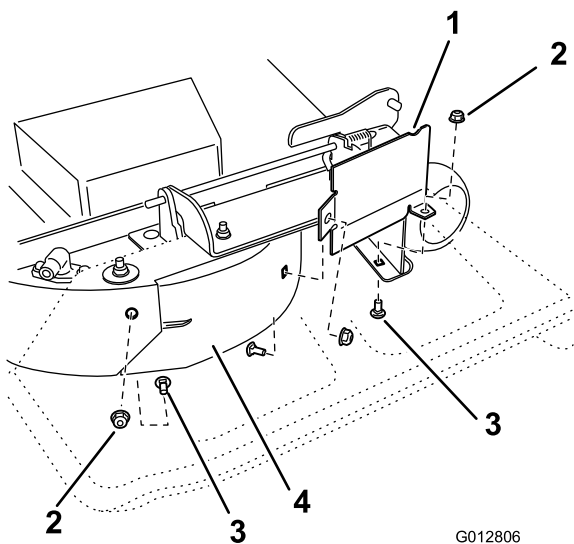

Bild 33
9. Entfernen Sie die Schlossschraube (5/16 x 3/4 Zoll) und Sicherungsmutter (5/16 Zoll) an der hinteren Wand des Mähwerks, mit der das Ablenkblech am Mähwerk befestigt ist (Bild 33).
10. Ermitteln Sie den Ablenkschutz an der vorderen Kante der Seitenauswurföffnung. Entfernen Sie die Befestigungen, mit denen der Ablenkschutz und das rechte Ablenksblech am Mähwerk befestigt sind, siehe Bild 33. Entfernen Sie den Ablenkschutz und bewahren Sie die Befestigungen auf.
12. Bringen Sie die Befestigungen an, die Sie vorher aus den vorderen Löchern in der Auswurfplatte und dem vorderen Loch am Mähwerk entfernt haben (Bild 33).